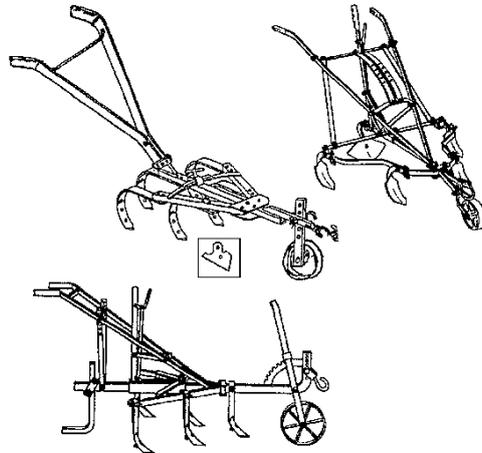

fig 8: Diversi tipi di strigolatori.
- **Aratro** (fig 8): viene utilizzato per allentare il terreno, controllare le erbe infestanti, seppellire il letame, concimi verdi o per coltivare la terra. Se il terreno non è duro, si inizia arando durante la stagione secca in modo da poter cominciare a piantare non appena le piogge sono costanti. Sui terreni duri cominciamo ad arare appena le piogge ammorbidiscono il terreno. Ci sono due metodi per arare, sia dal centro verso i bordi e (rivestimento) del campo (figura 9), o dai bordi verso centro. La profondità viene mantenuta fra 0 e 20 cm. L'aratro ha anche effetti negativi come l'erosione e la perdita di materia organica del suolo.